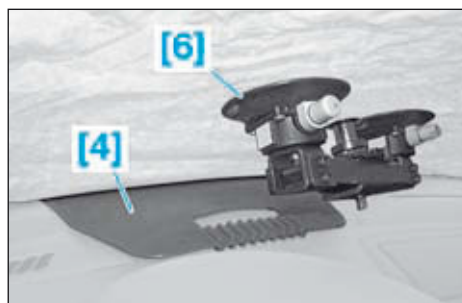

FIG.5
- Mettre en place le dispositif de bobinage [6] comme illustré (Fig.5).